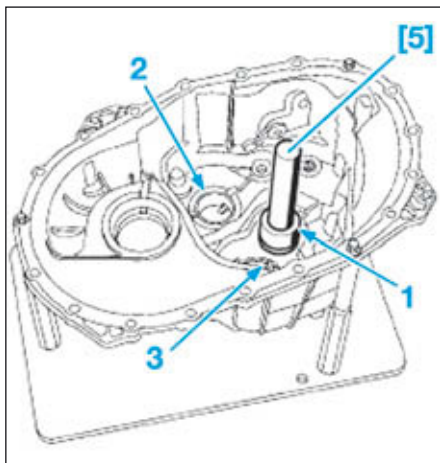

FIG.48
- les cuvettes de roulement pour l'arbre primaire et l'arbre secondaire court à l'aide de l'outil [5] en (1) et (2) (Fig.48).
- la cuvette de roulement pour l'arbre secondaire long à l'aide de l'outil [6] indice "J" (3).